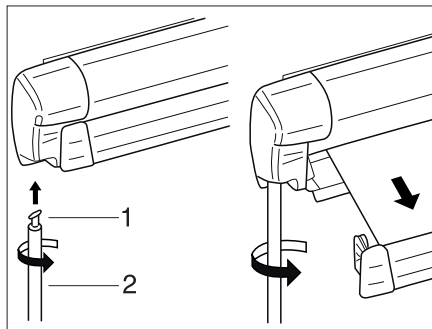

Bild 42 Markise
- Haken (Bild 42,1) der Kurbelstange (Bild 42,2) in die Getriebebose einhängen und um 90° drehen.